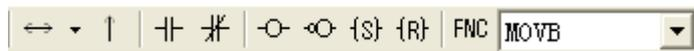

图 4.4 梯图编辑对象按钮和列表框
①在梯图编辑工具条中单击按钮选择要插入的基本对象，在梯图编辑工具条的下拉列表框中选择要插入的功能指令，如下图 4.4 所示：